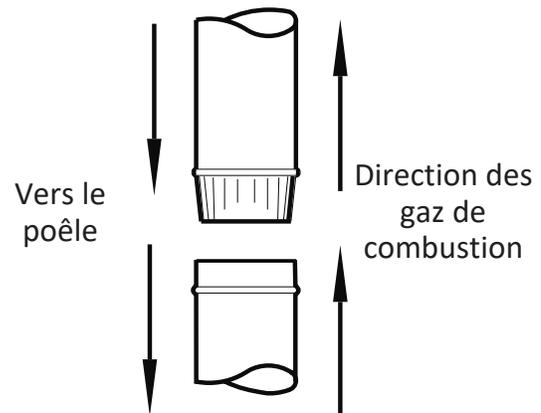

Figure 3. Orientation du tuyau de raccordement de cheminée.
- Chaque section du tuyau de raccordement doit être installée en dirigeant l'embout mâle (bord rabattu) vers le poêle (Fig. 3).